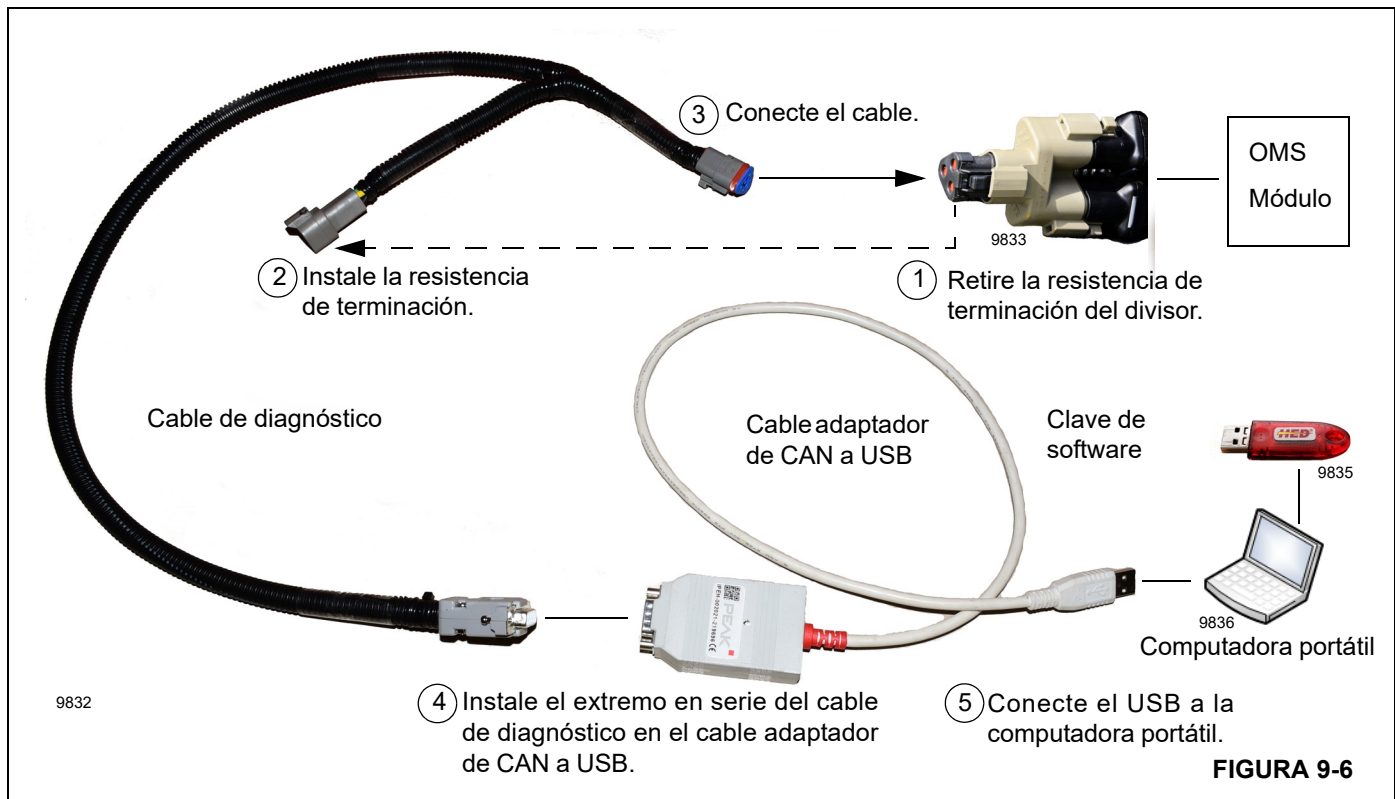

FIGURA 9-6
2. Retire la resistencia de terminación del divisor Deutsch (Figura 9-6).